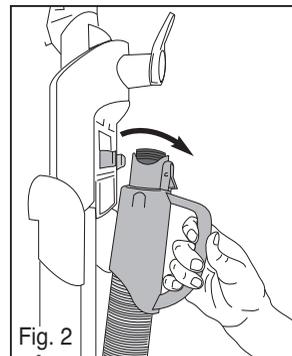

Fig. 2
- Jale la agarradera para liberar la manguera (Fig. 2).